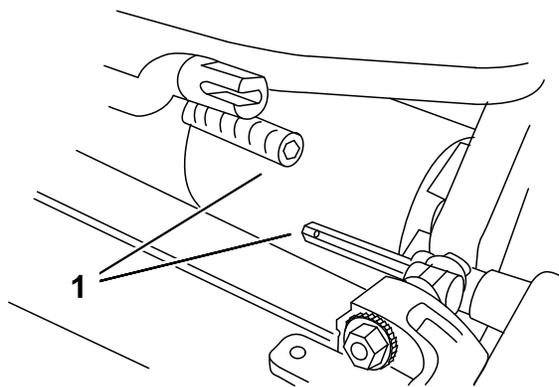

図 4
3. カッティングユニットをトラクションユニットの下に押し込み、次に左に押ししてトランスミッションのカップリングに接続する (図 4)。